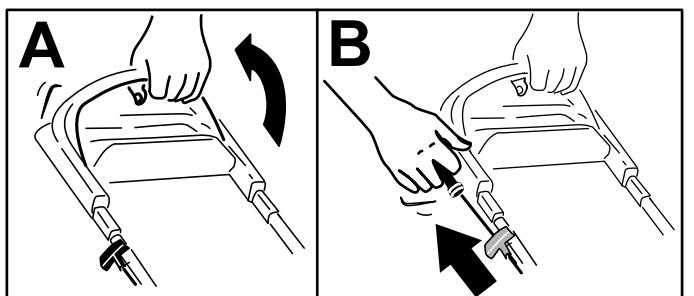

Bild 14
1. Drücken Sie den Schaltbügel gegen den Holm (A in Bild 14).
2. Ziehen Sie leicht am Rücklaufstartergriff, bis Sie einen Widerstand spüren. Ziehen Sie ihn dann kräftig durch und lassen ihn langsam in die Seilführung am Holm zurückgehen (B in Bild 14).